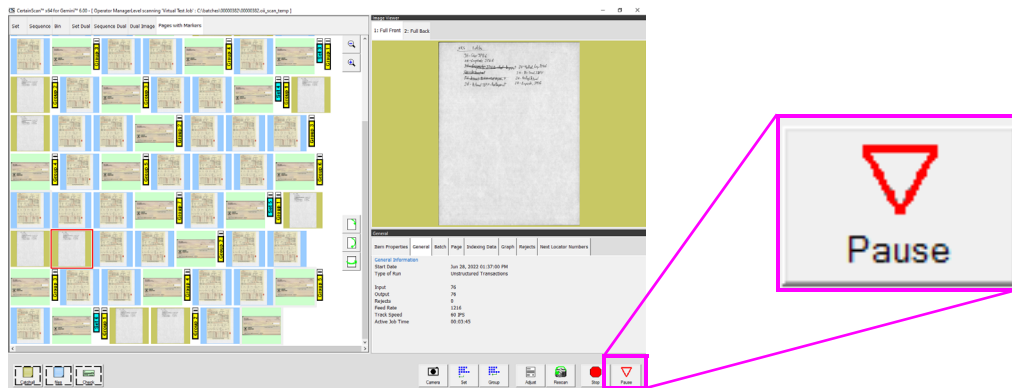

Figura 4-28: Selección Pausa
1. Haga clic en **Pausa** en la pantalla de ejecución (Figura 4-28), la ranura del alimentador Rescan empezará a parpadear en azul, presione el botón **Alimentador Rescan** y a ranura se iluminará en azul.